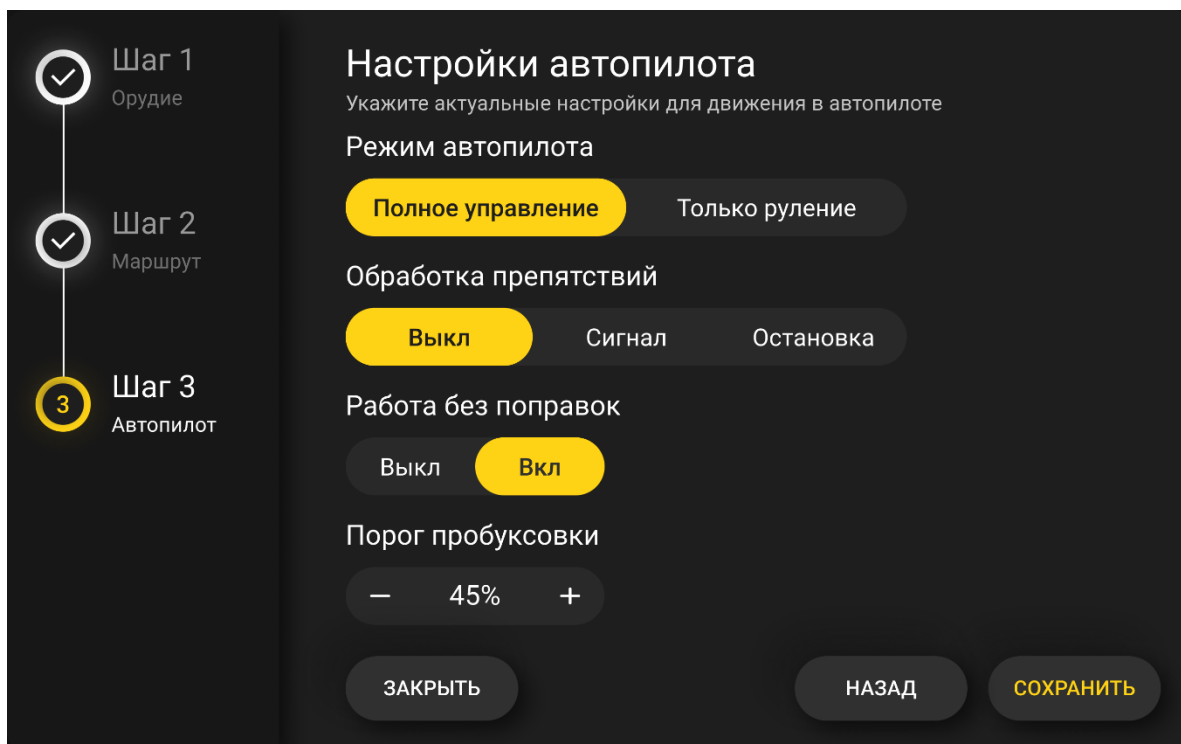

Рисунок 15 – Экран «Настройки автопилота»
8) нажмите на кнопку **ДАЛЕЕ**. Откроется экран **Настройки автопилота** (см. рисунок 15);